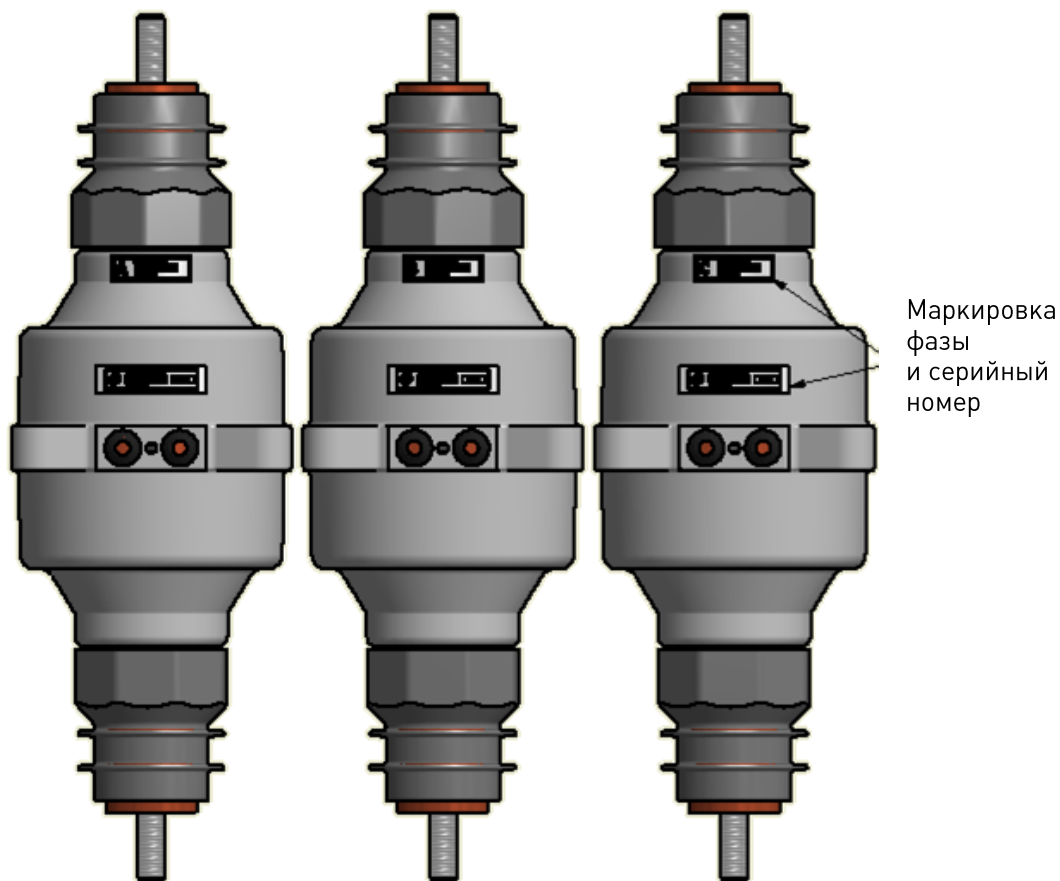

**Рис.4.2.** Пломбирование коммутационного модуля
- Проверить целостность пломбировки коммутационного модуля и модуля управления Рис.4.2, Рис.4.3, панели управления Рис.4.5.